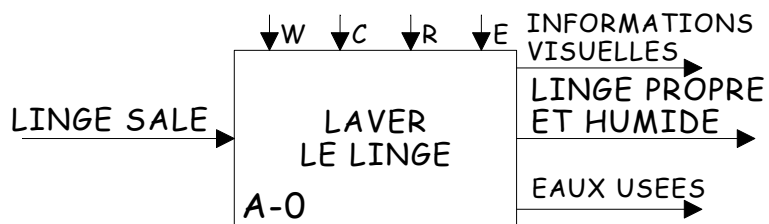

fig. 5
5. - Une machine à laver le linge constitue un système complet dont l'actigramme de niveau A-0 et la structure sont donnés sur les figures 5 et 6.